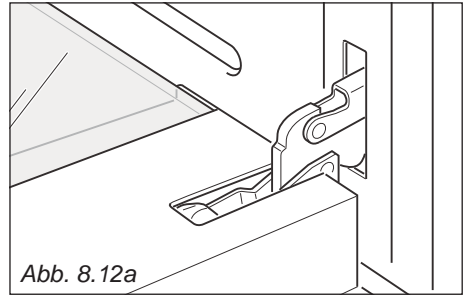

Abb. 8.12a
- Die Tür ganz öffnen (Abb. 8.12a).